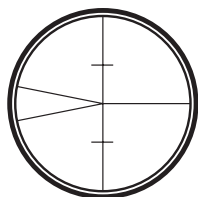

Fig. 3
1. **Fokuser trådkorset** (fig. 3) ved å peke teleskopet mot en lys bakgrunn eller ved å holde et hvitt papirark foran objektivlinsen, deretter roteres okularet til trådkorset er skarpt og svart.